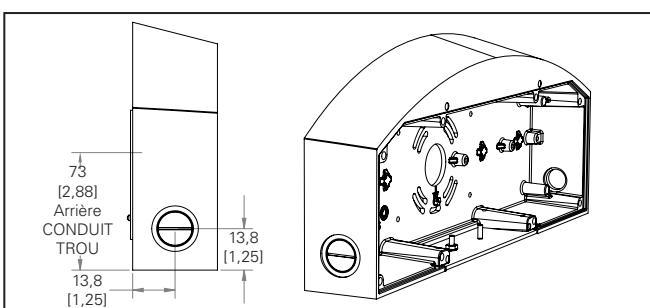

Figure 15.
6. Serrez les deux vis Phillips 1/4-20 du luminaire à un couple de 2,6 Nm (20 po-lb). (Figure 15)
4. Tirez les câbles d'alimentation depuis l'arrière du boîtier arrière ou les trous de conduit latéraux (Figure 15).